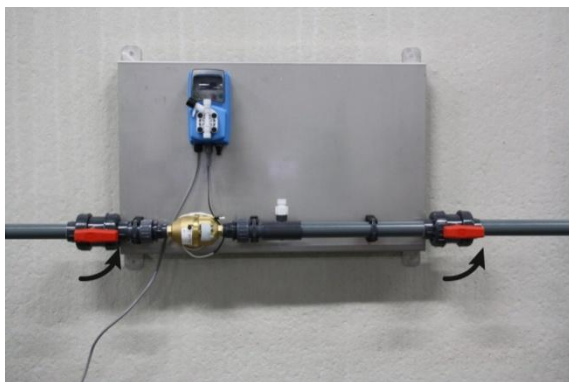

Figura 1: Aprire i rubinetti
- Collegare l'alimentazione dell'acqua all'ingresso e lo scarico dell'acqua (trattata) con l'uscita. Aprire il rubinetto all'ingresso e all'uscita della pompa (figura 1).